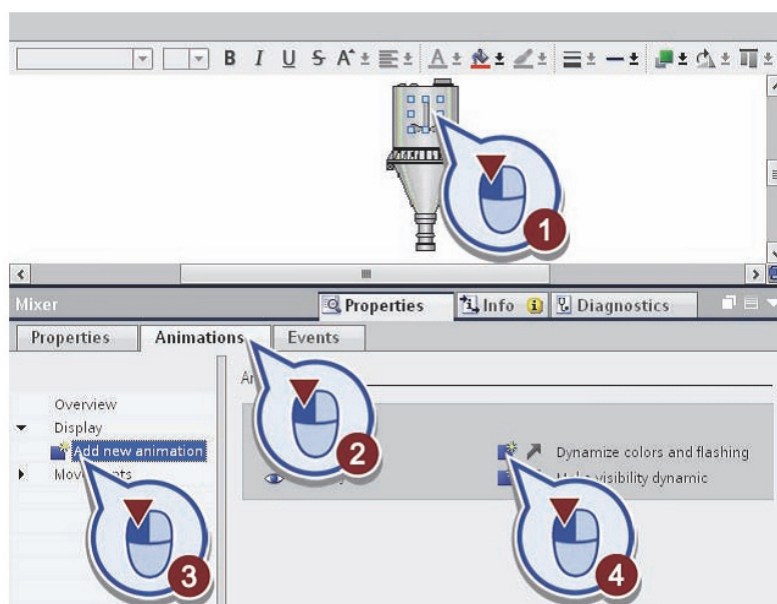

Рис. 3.11. Создание анимации смесителя
- нажмите на функцию «Dynamize colors and flashing» в диалоге «Animations»(рис. 3.11).